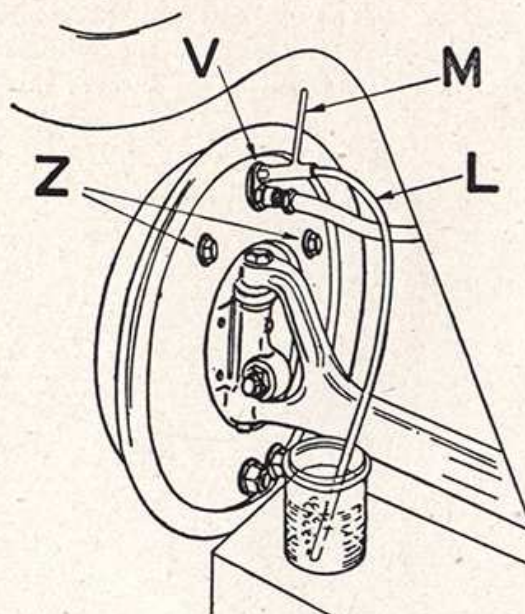

Fig. 20
Grower montées sur la vis pointeau de purge d'un cylindre de roue (fig. 20). Visser à la place le tube d'écoulement (L). Passer le tube dans la clé de purge (M) qui vient coiffer le six pans de la vis pointeau du cylindre.